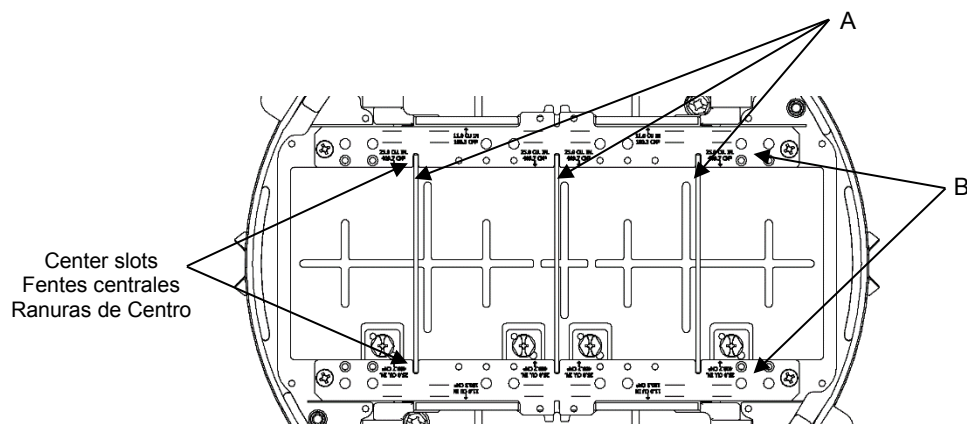
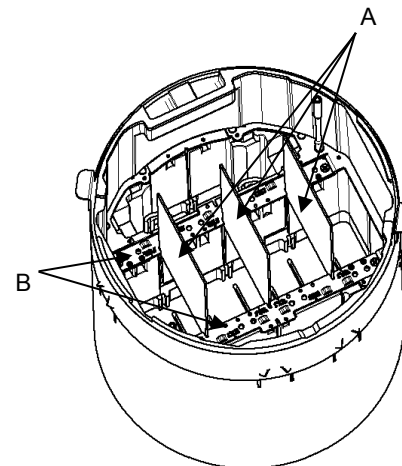

Fig. 1
Fig. 2
Remove any existing cover plates to install center dividers (A). Install center divider(s) (A) through the two center slots in the brackets (B) to divide power and data/AV services at center section of poke-through, Fig. 1 and Fig. 2. Center section may be all data/AV, all power or divided by using any combination up to 3 center dividers (A). Cover plates S1R10CSPxxx series, purchased separately, will be installed above center dividers (A).
Pour installer les cloisons centrales (A), retirer tous les couvercles existants. Fixer les cloisons centrales (A) dans les deux fentes centrales des supports (B) en vue de séparer les services d'énergie et de données/AV l'intérieur de la section centrale de la traversée de plancher, Fig. 1 et Fig. 2. La section centrale peut être utilisée uniquement pour les données/AV, l'énergie ou accueillir n'importe quelle combinaison permise par les trois cloisons centrales (A). Les plaques de la série S1R10CSPxxx, achetées séparément, seront installés au-dessus des cloisons centrales (A).
Retirar cualquier placa existente para instalar los divisores de centro (A). Instalar el/los divisores de centro (A) a través de las dos ranuras de centro en los soportes (B) para dividir los servicios de energía y datos/AV en la sección central de la caja de piso, Fig. 1 y Fig. 2. En la sección central pueden ser todos para datos/AV, todos para energía o dividido usando cualquier combinación de hasta 3 divisores de centro (A). Las placas de cubierta de la serie S1R10CSPxxx, compradas por separado, se instalarán sobre los divisores centrales (A).